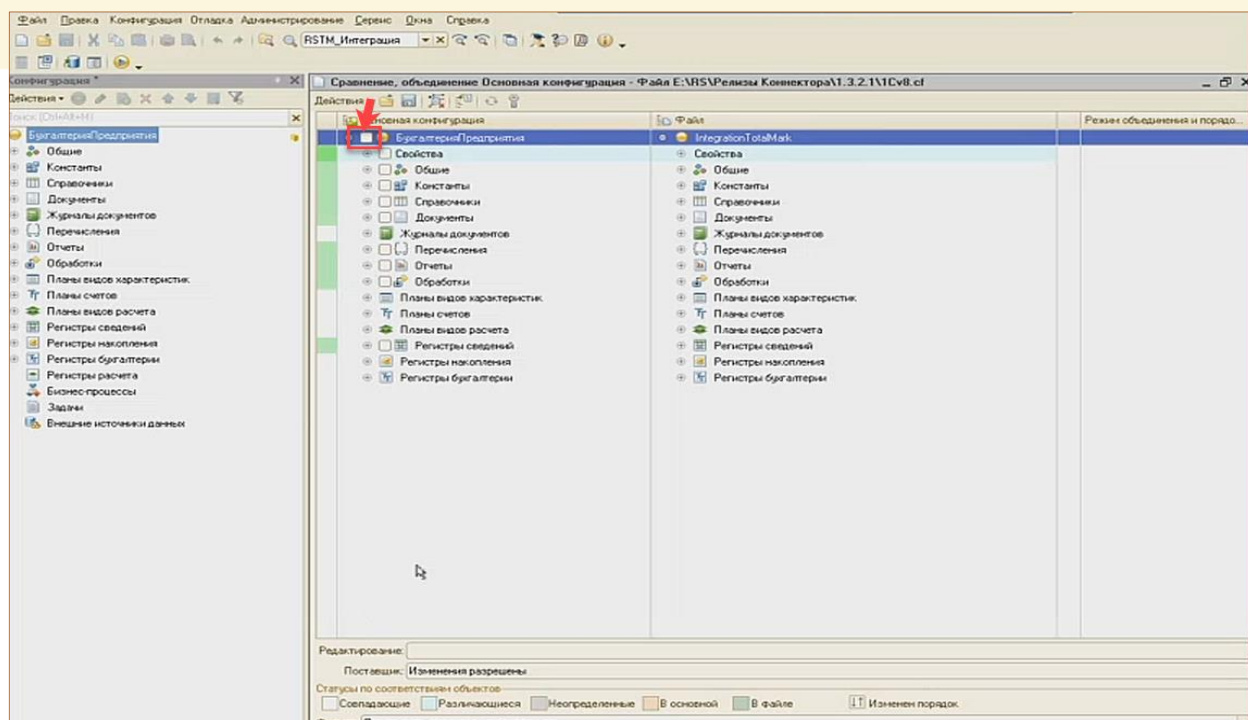

Рис. 11.7 - Объединение конфигураций
- 4) Открылось окно объединения основной конфигурации с конфигурацией из файла. Необходимо снять флажок объединения у корня основной конфигурации (Рис. 11.7);